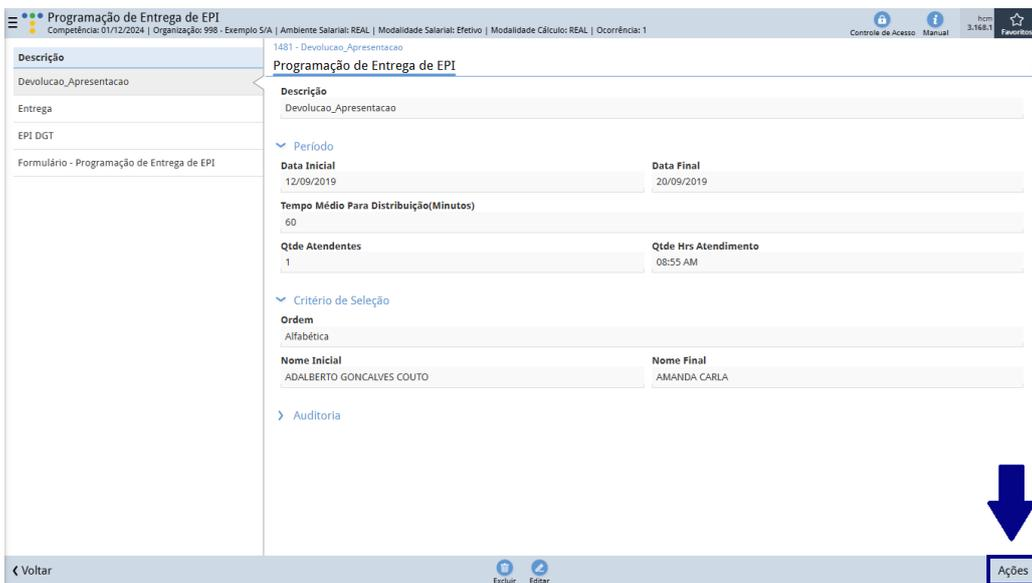

Figura 80: Ações
1. Selecione a programação registrada e clique em **Ações** (Figura 80) no canto inferior direito da tela de detalhamento.